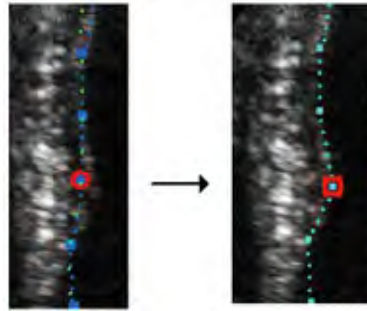

Рис. 13-118. Выбранная точка фиксации на внутренней трассировке границы
2. При необходимости установите курсор трекбола над контуром границы, выберите точку фиксации (красный кружок), нажмите «Установить» и измените контур, перетаскив точку фиксации в новое положение (Рис. 13-118 на стр. 13-279). Форма трассировки границы обновится в соответствии с внесенными изменениями.